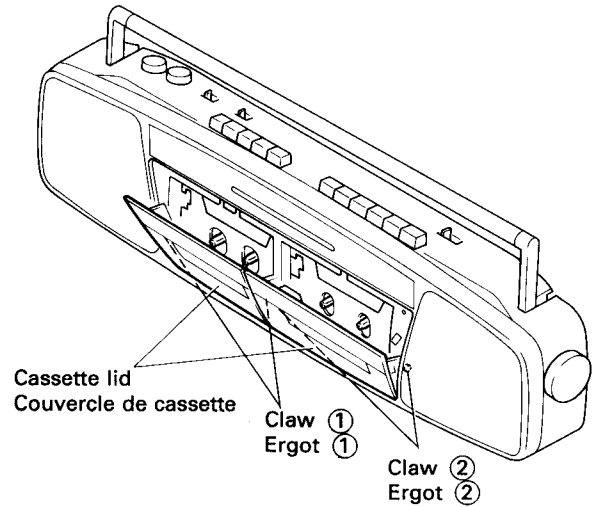

Fig. 5
8. Cassette lid (Fig. 5)
8. Couvercle de cassette (Fig. 5)
Assembly of cassette lid. (Fig. 5)
Remise en place des couvercles de cassette (Fig. 5) Engager tout d'abord l'ergot ① puis l'ergot ②.